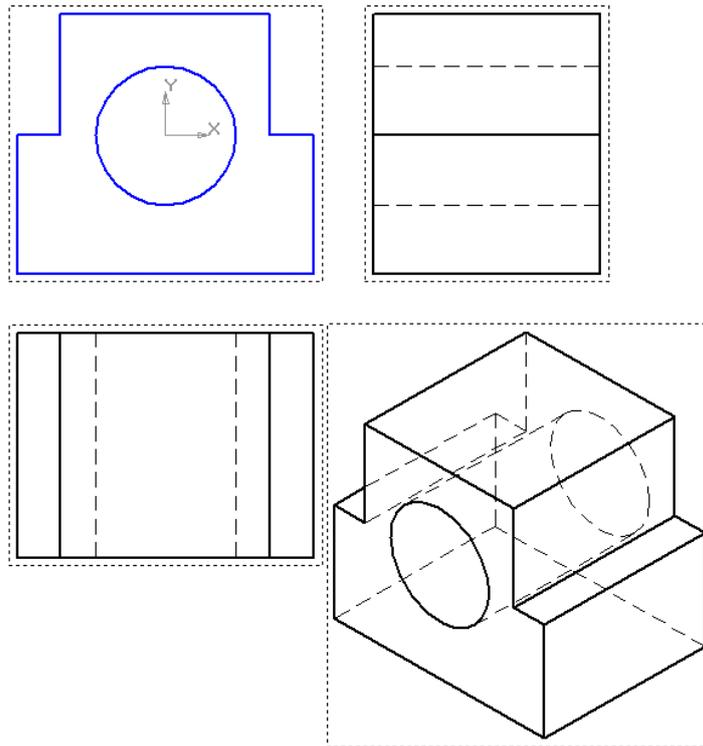

Рис. 17.8.
7.7. Перетащите выделенный вид в рабочее поле чертежа (рис. 17.8).